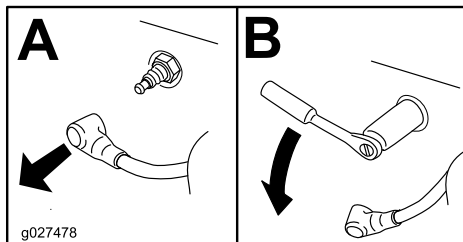

Figura 45
4. Localice y retire la(s) bujía(s), como se muestra en la Figura 45.